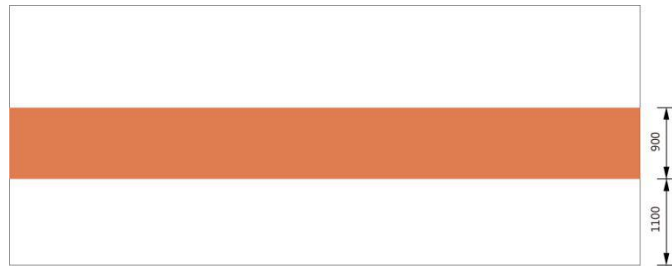

图 13 应配建区墙体标识样式及尺寸示例
13. 配建区墙体应涂刷色带进行标识。墙体标识样式及尺寸示例见图 13。字体应为国标黑体，字体内容为“人防工程 严禁破坏”，处于标识色带之上，高度宜为 140mm，与色带为同一颜色。